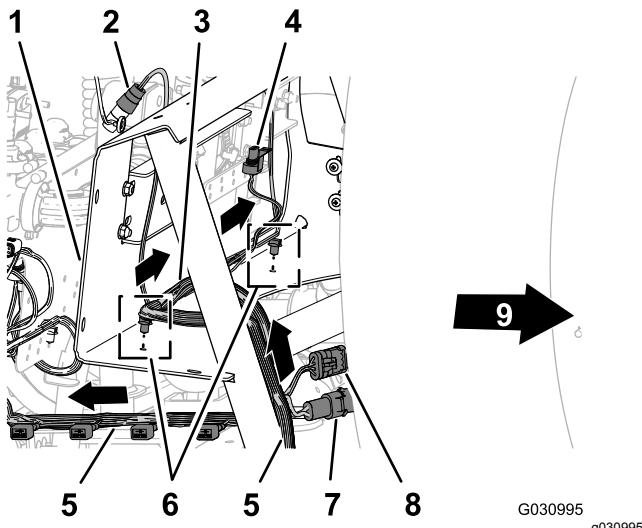

Figura 98
1. Disponete la diramazione da 203 cm del cablaggio preassemblato sul lato interno del montante di supporto per il supporto della valvola e all'indietro, verso il supporto a 10 valvole, come illustrato nella Figura 98.
2. Disponete la diramazione del cablaggio preassemblato da 81 cm per il flussometro e la valvola dell'agitatore attraverso la parte anteriore del supporto del collettore (Figura 98).
3. Inserite i fermi a pressione della diramazione del cablaggio preassemblato di 81 cm nei fori del tubo nella flangia inferiore del supporto valvola 10 (Figura 98).